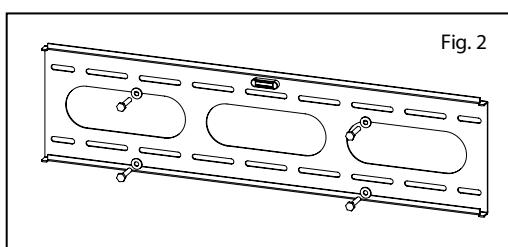

Fig. 2
4. Riposiziona la piastra a muro contro il muro e fissala utilizzando i bulloni a testa svasata (A) e le rondelle per bulloni a testa svasata (B) forniti (vedi Fig. 2).